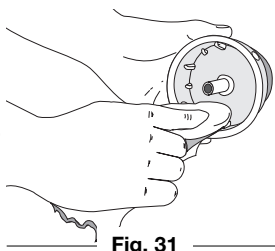

Fig. 31
- Nettoyez le moulinet intérieur, le ressort, et l'arbre et la surface interne de la bobine extérieure à l'aide d'un tissu propre (Fig. 31).